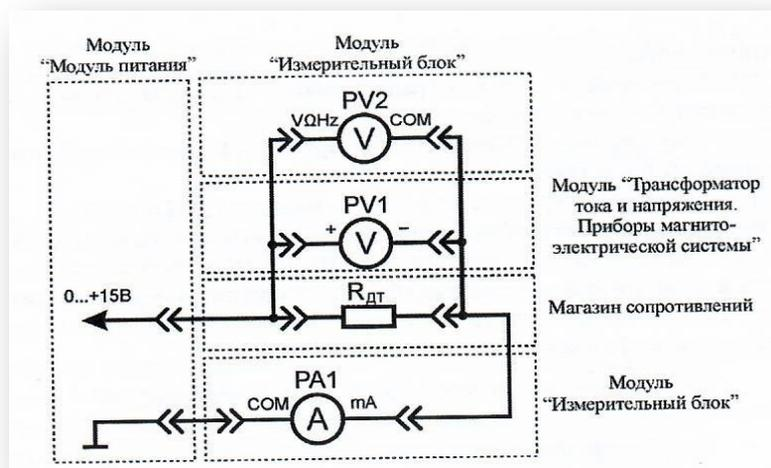

Рис. 21. Схема электрическая соединений лабораторных модулей и магазина сопротивлений для измерения постоянного тока косвенным методом
1. Согласно схеме (рис. 21) выполнить электрические соединения модулей для измерения постоянного тока косвенным методом при помощи аналогового ( $PV1$ ) и цифрового ( $PV2$ ) вольтметров, цифрового амперметра ( $PA1$ ) и датчика тока  $R_{дт}$ . **Монтаж схемы производить при отключенном питании.**